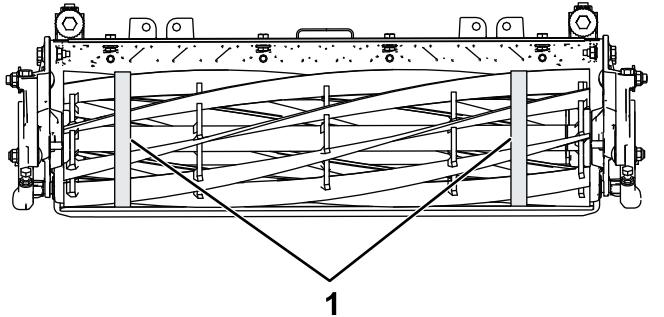

图 35
3. 用直径卷尺测量滚刀两端的外径 **图 35** 两端之间的外径差应小于 0.250mm。如果差异较大请进行研磨以修正差异。